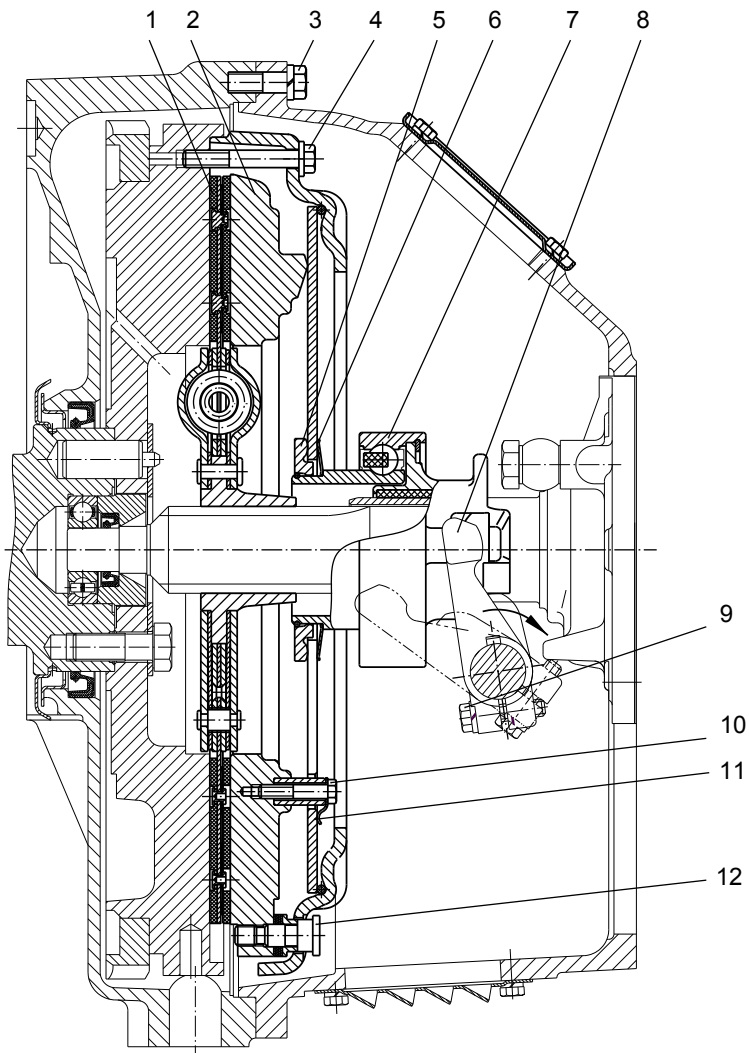
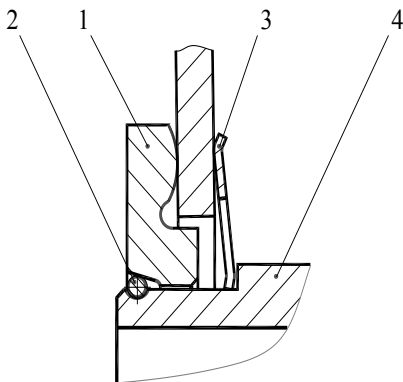

Рис. 113 – Сцепление:
Рисунок 115 – Установка муфты выключения сцепления:
Диафрагменное сцепление (рис. 113) состоит из ведущих и ведомых частей, а также механизма выключения.
Механизм выключения сцепления состоит из муфты с подшипником 7 (см. рис. 113) и вилки 8 с валом, на шлицевой конец которого устанавливается рычаг. Муфта выключения сцепления соединяется с диафрагменной пружиной с помощью запорного устройства (рис. 115). При работе муфта центрируется по направляющей крышки заднего подшипника первичного вала коробки передач и удерживается от поворота боковыми поверхностями вилки.
Выключение сцепления осуществляется поворотом вала по часовой стрелке (см. рис. 113).
1. Установить муфту на нажимной комплект (корзину) в соответствии с рис. 115.